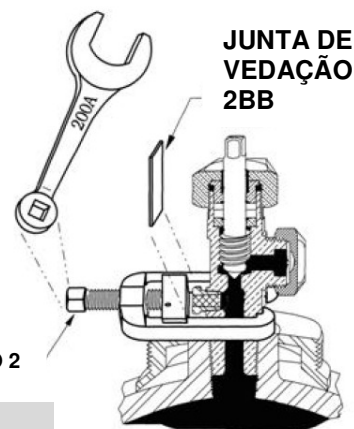

Fig. 3.8.1
Serrar o bujão-fusível utilizando a Serra de Metais A-2, nivelando-o com o corpo da válvula; limar a superfície para torna-la lisa e aplicar o Dispositivo 2 (Montagem da Garra 2C no Bujão-Fusível, Fig. 3.8.1). Ver Seção 5 e Fig. 5.1 para instruções.
Ação: - Ver. Fig. 3.8.1
- A) Aplicar o Dispositivo 2 (Montagem da Garra 2C, Fig. 3.8.1). Ver Seção 5 e Fig. 5.1 para instruções.